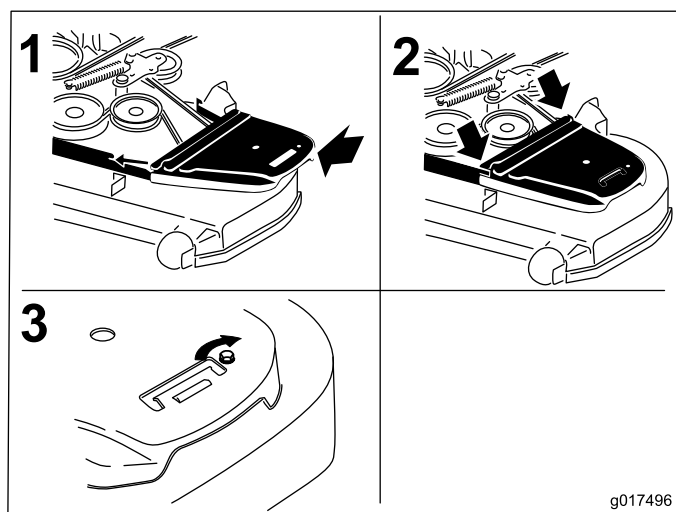

Figure 57
12. Reposez les couvercles de courroies (Figure 57).